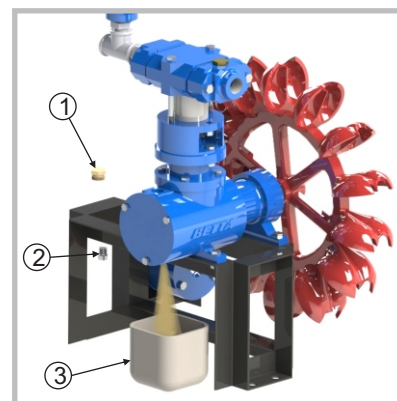

Fig. 12
- 2 - Coloque sob a tampa do cárter um recipiente (3) para a coleta do óleo usado.
- 3 - Retire o tampão de abastecimento do óleo (1) e o tampão de drenagem (2) localizado na parte inferior do cárter da bomba. Dentro do recipiente utilizado para a coleta, verifique se não há indícios de presença de água no óleo. (fig. 12)
- 5 - Após o esgotamento total do óleo usado e constada a ausência de água, recolocar o tampão de drenagem (2).